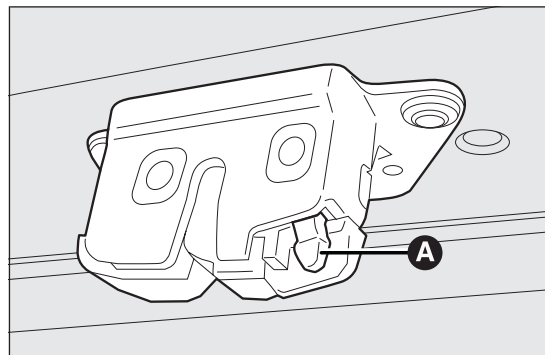

fig. 65
- desde el interior de maletero, presionar la palanca A fig. 65 y abrir el portón.